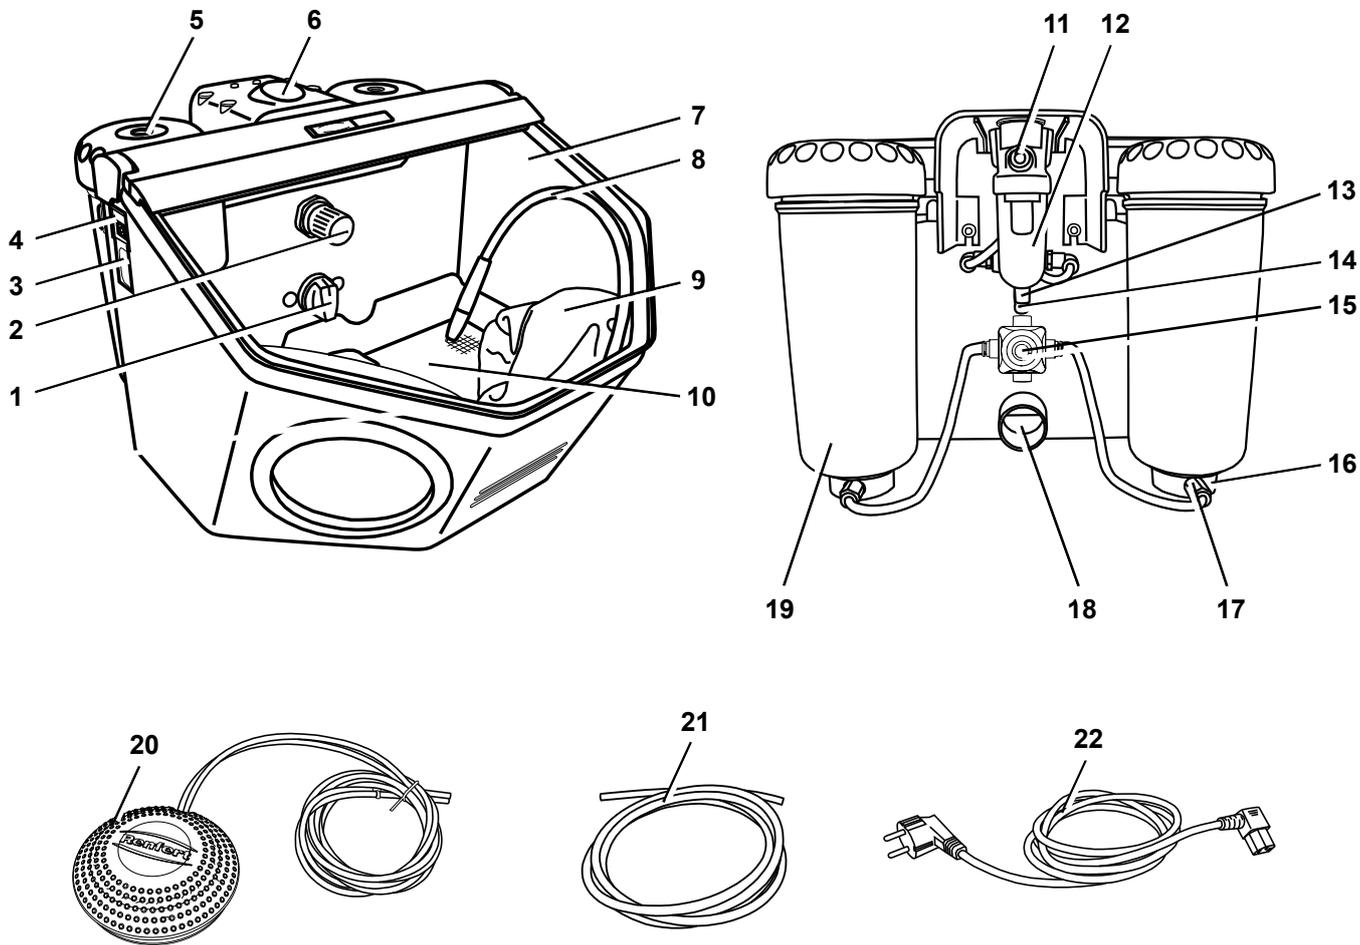

Abb. 1
- Am Wahlschalter (1, Abb. 1) den Strahltank wählen.
- Fußschalter (20, Abb. 1) betätigen.